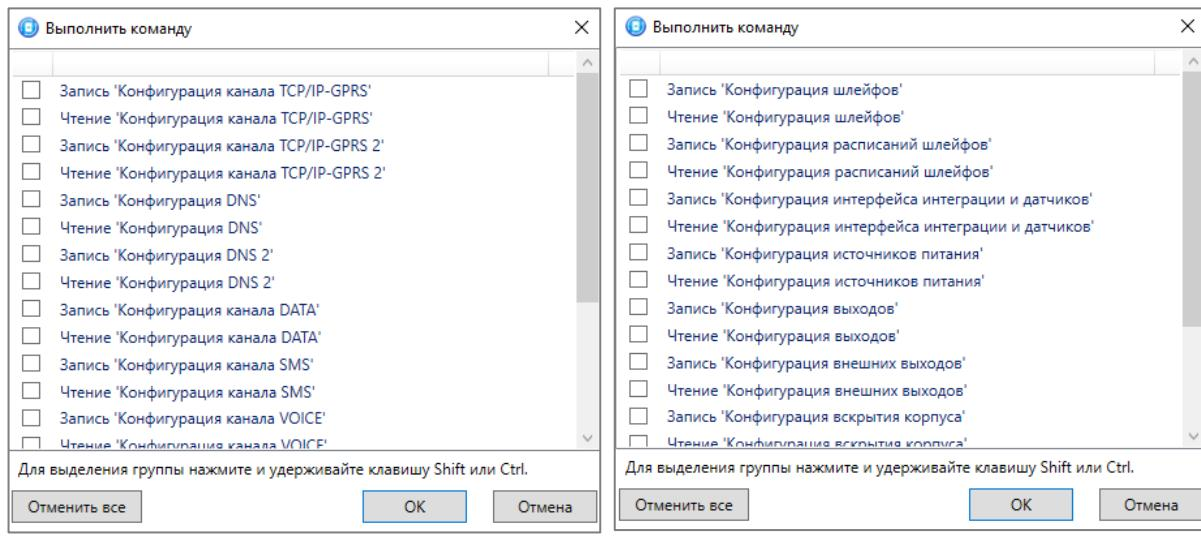

Рисунок 4.49 — Окно *Выполнить команду* (а — конфигурация ПОО, б — конфигурация ППК)
- *Выполнить команду*: открытие окна *Выполнить команду* (см. рисунок 4.49), с помощью которого могут быть записаны или считаны отдельные группы параметров (актуально при медленной скорости передачи данных или тарификации по объему передачи данных).